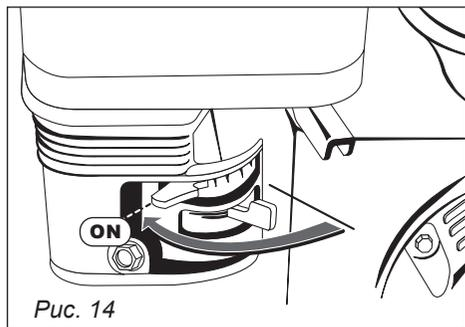

Рис. 14
4. Поверните ручку управления воздушной заслонкой в положение «ON» (холодный старт двигателя), (рис. 14).